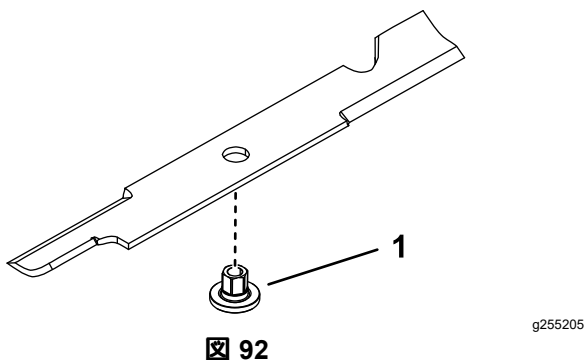

図 92
- ブレードにブッシュを取り付けるブッシュのフランジが下地面側になるように取り付ける図 92。